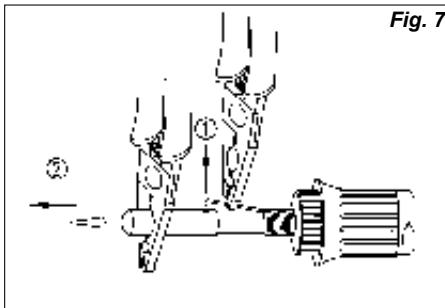

Fig. 7
- Soulever le crochet du ressort (pos. 1/fig. 7) tirer la panne avec une pince plate (pos. 2/fig. 7).
- Desplace el gancho de muelle del saliente (pos.1/fig. 7) y estire la punta de sold. hacia afuera, recurriendo a los alicates de punta plana (pos. 2/fig. 7).